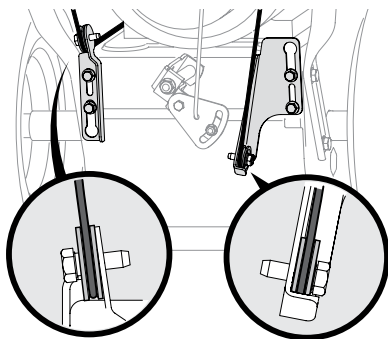

Figura 2-3
- Coloque la palanca de cambios en la posición de avance (F) 6 o en la velocidad más rápida hacia adelante (si viene equipada).
- Observe la parte posterior inferior de la unidad para corroborar que los cables (si se incluyeran) de la barra (a) y de la transmisión (b) estén alineados y apoyados correctamente en las guías de rodillos. Consulte la Figura 2-3.